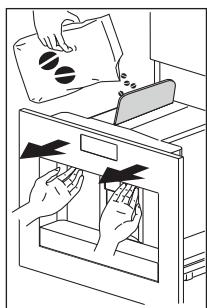

Fig. 14
- Extraiga la máquina tirando hacia fuera de las manijas (Fig. 14).